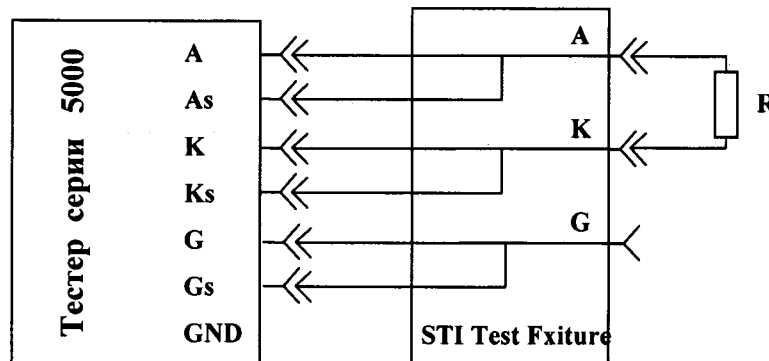

Рисунок 5 – Схема подключения образцового резистора
7.2.6.1 Установите адаптер STI Test Fixture в соответствующие гнезда тестера (рисунок 5).
7.2.6.7 Подключите образцовый резистор в блоке CATE. 411259.003.00.00.00.000 между выводами А и К адаптера STI Test Fixture (рисунок 5) в соответствии с введенными значениями IR и VR согласно таблицы 4. Однократно нажмите кнопку с красной точкой в левом нижнем углу окна Журнал тестирования, либо кнопку Start на тестере. При этом между выводами А и К тестер устанавливает напряжение, указанное в поле VR, и измеряет ток через образцовый резистор. В окне Журнал тестирования отобразится измеренное значение тока. Занесите измеренное тестером значение тока  $I_i$  в таблицу 4. Действительное значение напряжение между выводами А и К тестера будет отличаться от номинального, указанного в столбце VR таблицы 4. Действительное значение напряжения на резисторе будет соответствовать напряжению, измеренному при проверке источника напряжения тестера в таблице 3. Поэтому, для определения расчетного значения тока через резистор перепишите в поле  $V_d$  таблицы 4 действительные значения напряжения на резисторе из поля  $V_B$  таблицы 3 соответствующих одинаковым положительным номинальным значениям напряжений, соответственно, VR и  $V_3$  ( $V_d = V_B$  при  $VR = V_3$ ). Вычислите отклонение измеренного значения тока от расчетного и результат занесите в таблицу 4. Тестер считается прошедшим проверку, если измеренное им значение тока не выходит за пределы допустимого отклонения от расчетного значения.
7.2.7.6 Подключите образцовый резистор в блоке СATE. 411259.003.00.00.00.000 между выводами А и К адаптера STI Test Fixture (рисунок 5) в соответствии с введенными значениями IR и BVR согласно таблицы 5 в зависимости от выбранного режима измерений. Однократно нажмите кнопку с красной точкой в левом нижнем углу окна Журнал тестирования, либо кнопку Start на тестере. При этом между выводами А и К тестер формирует возрастающее напряжение до тех пор, пока ток через резистор не станет равным току, указанному в поле IR (таблица 5). По достижении заданного значения тока тестер измерит напряжение на резисторе и отобразит его в окне Журнал тестирования. Занесите измеренное тестером значение напряжения в таблицу 5. Вычислите отклонение измеренного значения от расчетного и результат занесите в таблицу. Тестер считается прошедшим проверку, если измеренное им значение напряжения не выходит за пределы допускаемого отклонения от расчетного значения.